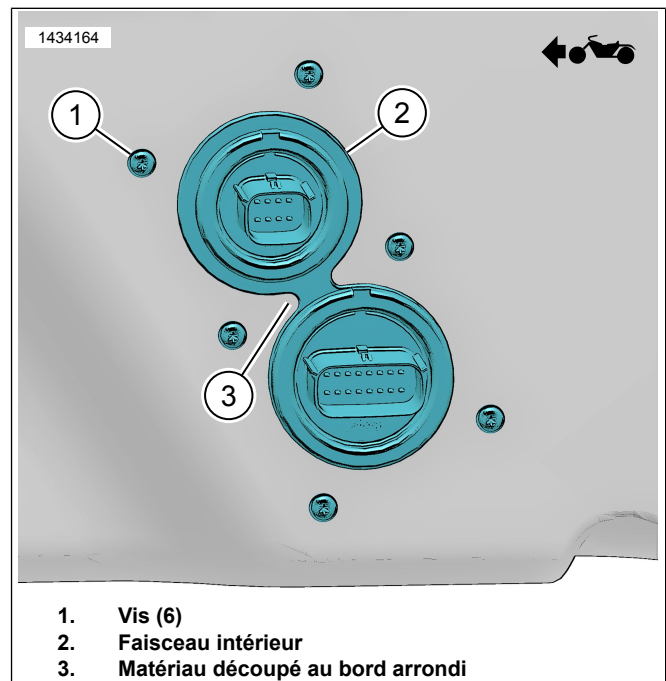

Figure 10. Faisceau interne
- Figure 10 Couper le matériau jusqu'au bord arrondi (3).
11. Figure 10 Installer le faisceau intérieur (2).